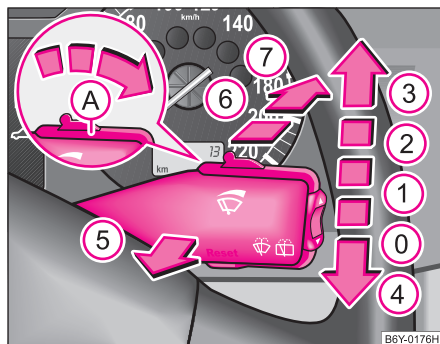

Fig. 42 Maneta de acționare a ștergătoarelor de parbriz
Maneta de acționare a ștergătoarelor ⇒ fig. 42 are următoarele poziții:
- Apăsați maneta înspre bord, în poziția ⑥ ⇒ fig. 42, ștergătorul va acționa la fiecare 6 secunde.
Pentru spălarea farurilor, după fiecare a cincea spălare a parbrizului se vor spăla și farurile; pentru aceasta farurile trebuie să fie aprinse și maneta de acționare a ștergătoarelor de parbriz trebuie să fie menținută cca. 1 secundă în poziția (S) ⇒ pagina 63, fig. 42.